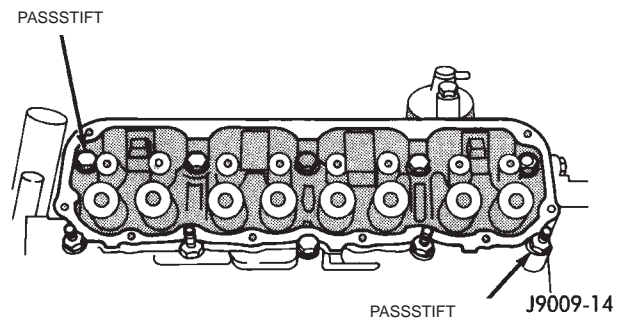

Abb. 38 Lage der Paßstifte
(2) Den einen Stift in Schraubenbohrung 10, den anderen in Schraubenbohrung 8 eindrehen (Abb. 38).